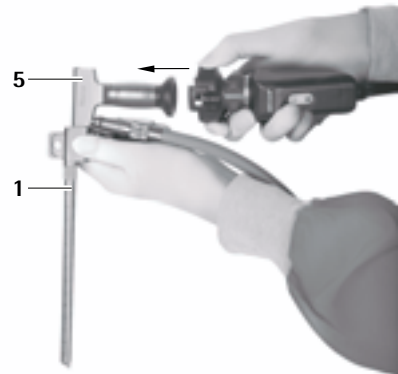

Afb. 2
- Vergrendel endoscoop **5** in de MINOP inVentrocart **1**, zie Afb. 2.